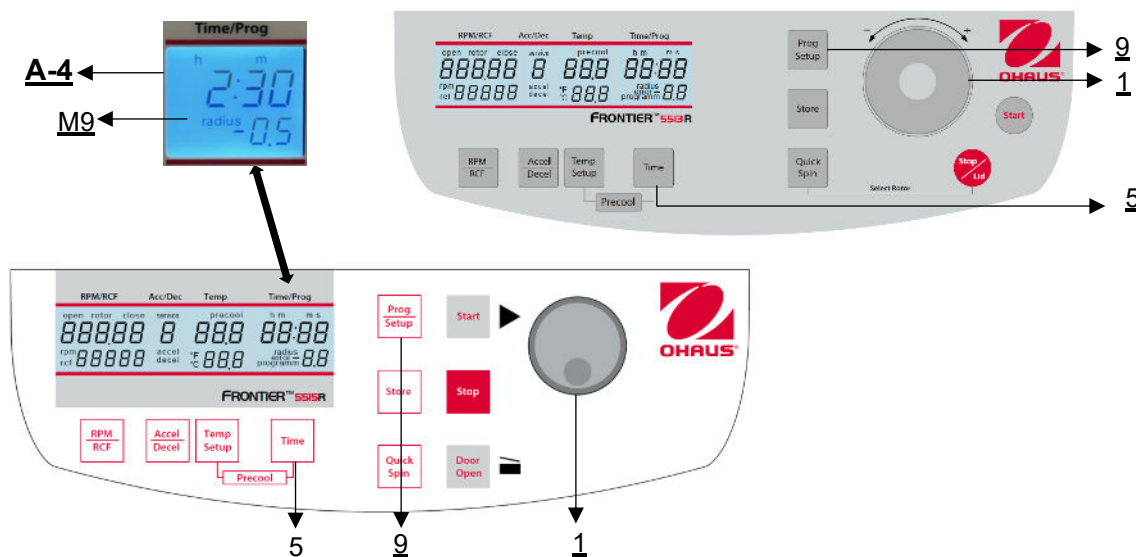

Figura 17
En primer lugar, cierre la tapa de la centrífuga y, a continuación, pulse la tecla **"Tiempo"** (5) y la tecla **"Prog/Setup"** (9) al mismo tiempo y manténgalas pulsadas (véase la **figura 17**).